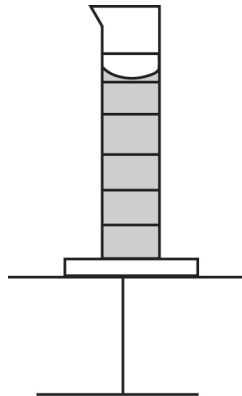

Figura 1.1: Medición de la densidad de un líquido
6. Repita la operación anterior para cada uno de los volúmenes aproximados siguientes: 80, 90 y 100 mililitros; véase figura 1.1 (Nota: El estudiante puede tomar los volúmenes indicados o algunos cercanos a esos valores anotando el valor indicado por la graduación de la probeta).